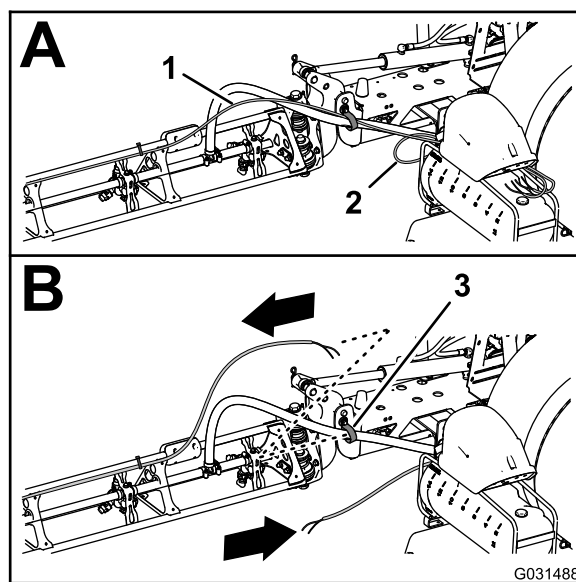

Bild 24
- Schieben Sie die Schläuche für die Schaumdüsen am linken und rechten Auslegerabschnitt nach hinten durch die R-Klemme in der Nähe des Drehpunkts für den Auslegerabschnitt (Bild 24).